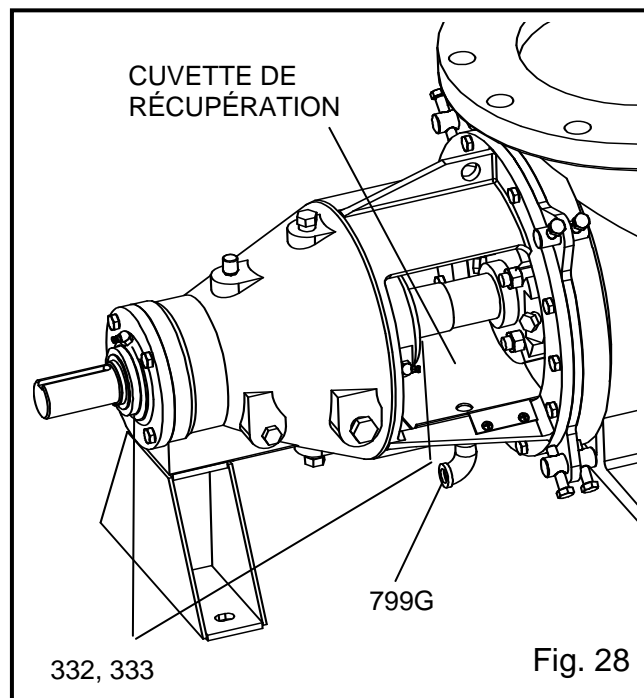

Fig. 28
Des joints à labyrinthe ont été fournis pour prolonger la durée de vie des roulements et éviter toute réfection prématurée des boîtiers de roulement. Ils doivent être nettoyés de temps en temps et leur usure vérifiée, voir Fig. 28.
4. Une cuvette de récupération externe (799G) de vidange est fournie pour évacuer la fuite normale au presse-étoupe, voir Fig. 28.